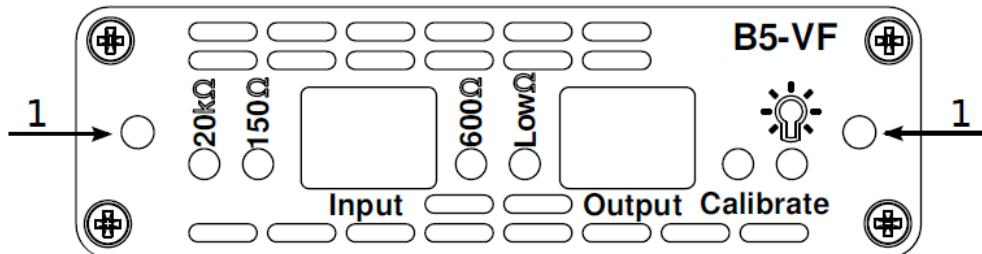

Рисунок 5.1. Передняя панель модуля B5-VF
4. Подать сигнал с разъёма «Output» модуля B5-VF (см. рис. 5.1) на вход объекта.